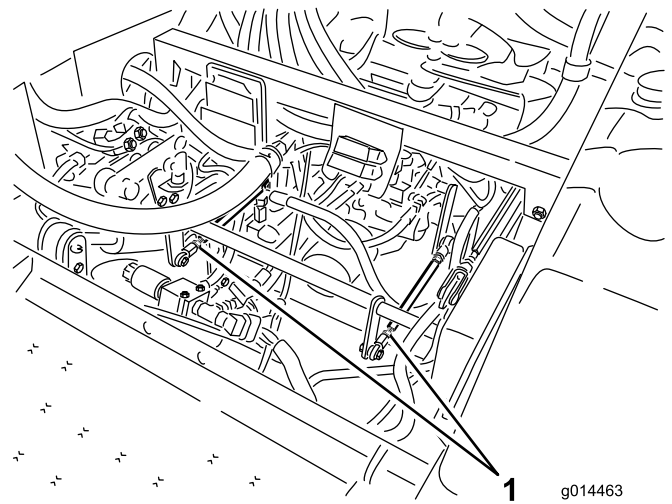

図 59
- ・ 左後タイヤが回転している場合には、左側トランスミッション・コントロールロッドのジャムナットをゆるめる（図 59）。